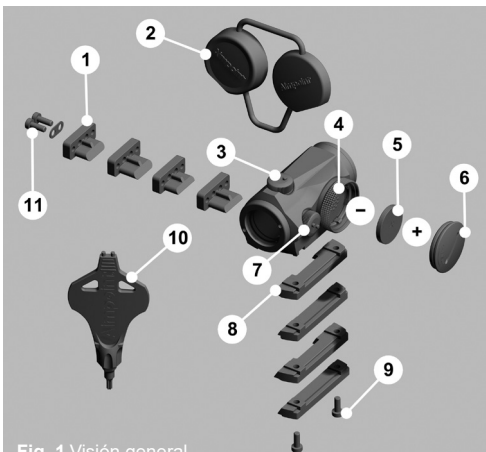

Fig. 1 Visión general
- 2 Inserte la **BATERÍA (CR2032)** con el polo positivo (+) en dirección a la **TAPA DE LA BATERÍA** como se observa en Fig. 1.